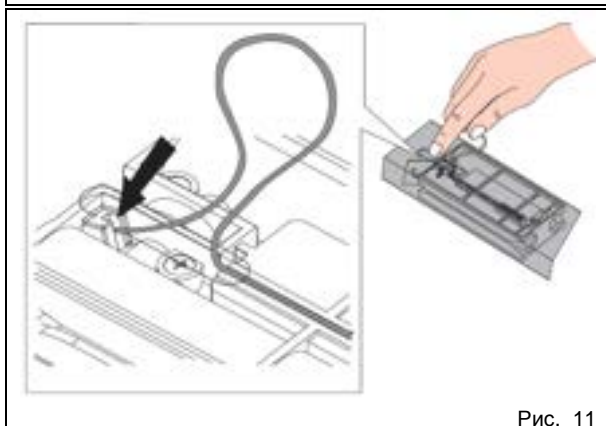

Рис. 11
- 3) Каретку возвращают на прежнее место (к муфте привода), так чтобы сквозное отверстие на каретке находилось под прорезью для установки тросика, и протягивают через него тросик без защитной трубки (рис. 11).